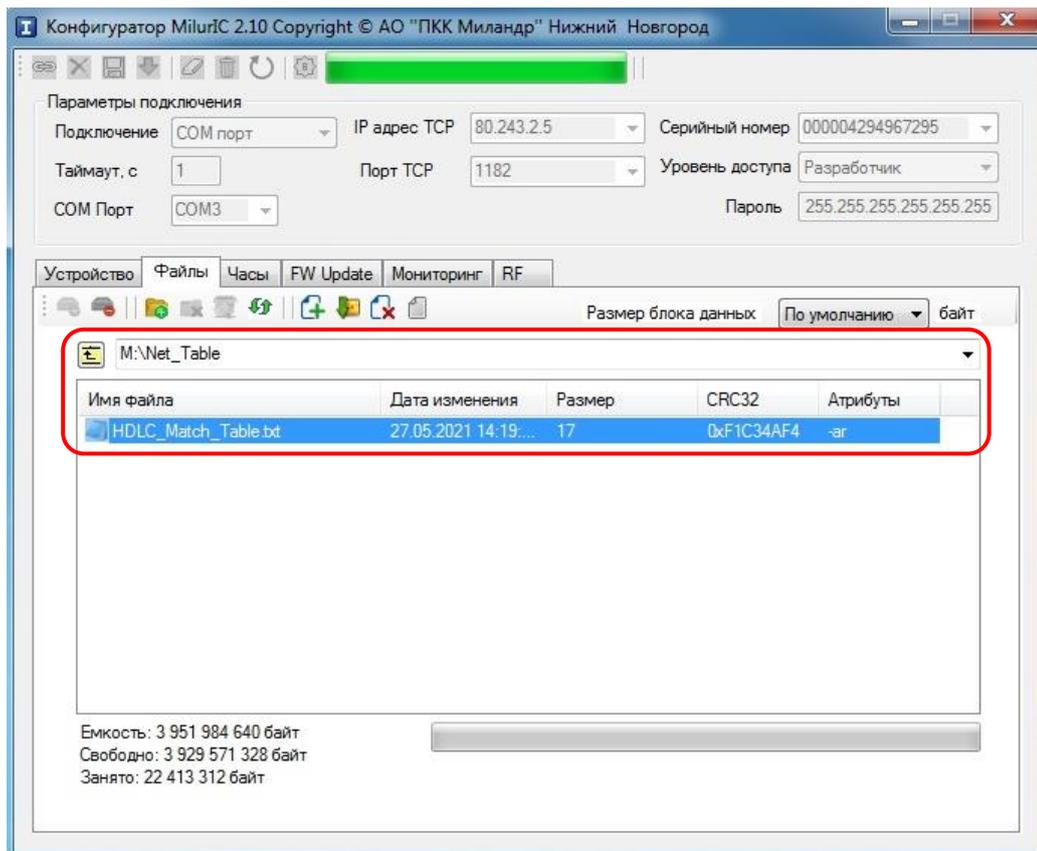

Рисунок 23 – Запись файла «HDLC\_Match\_Table.txt» в Милур IC
4.5.7 Зайти в папку  «Net\_Table» (рисунок 23).